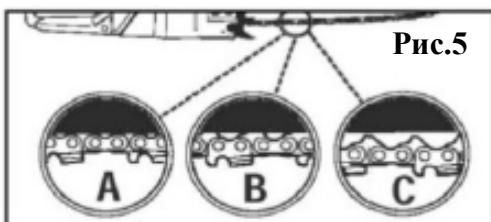

Рис.5
В случае если цепь чрезмерно провисла или слишком сильно натянута, зубчатое колесо, шина, цепь изнашиваются намного быстрее. На Рис.5 проиллюстрировано правильное натяжение при холодной цепи (A), теплой цепи (B), а также цепи, натяжение которой необходимо отрегулировать (C).